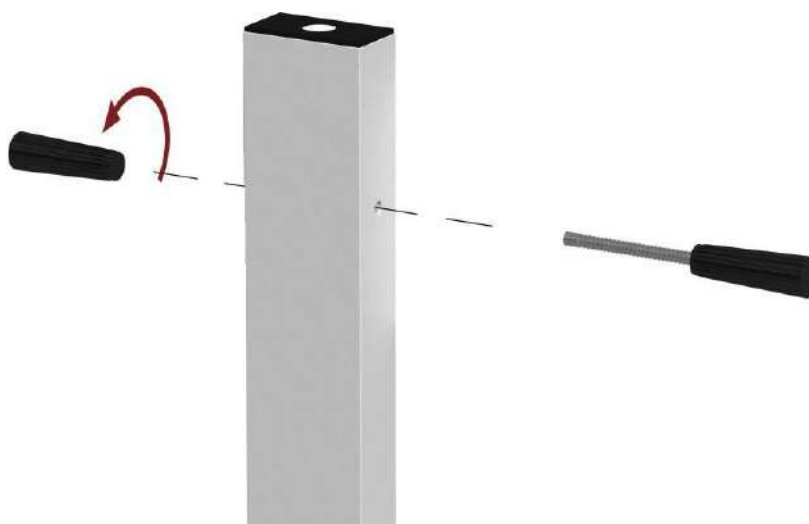

Fig. 15
- ✓ Introduceți cele două mânere furnizate în gaură, așa cum se arată în Fig. 15.